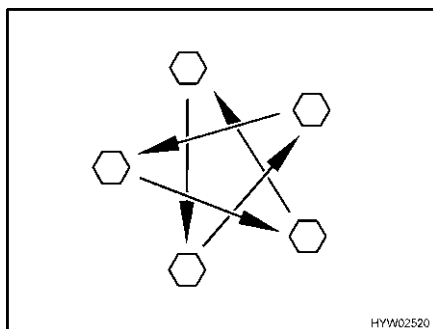

Fig. 278 Serrer en croix les écrous ou les boulons de roue
- Vérifier régulièrement le serrage des écrous ou des boulons de roues. Resserrer alternativement et en croix (Fig. 278) tous les écrous ou les boulons de roue 50 km après le changement d'une roue. Couple de serrage, voir paragraphe 13.5.2.
- ▷ Serrer en croix les écrous ou les boulons de roue (Fig. 278).